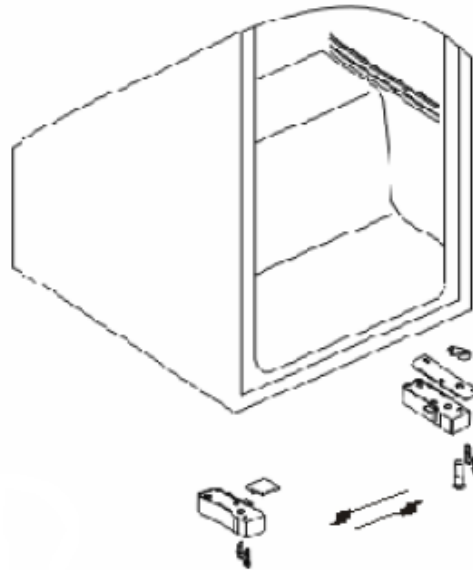

Abb.2
- Beide Füße und das Scharnier (Abb. 2) abschrauben.